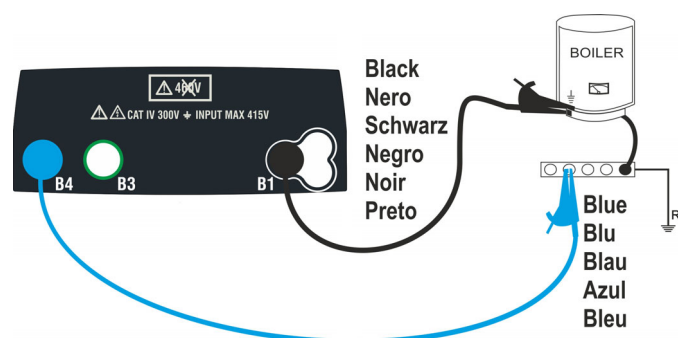
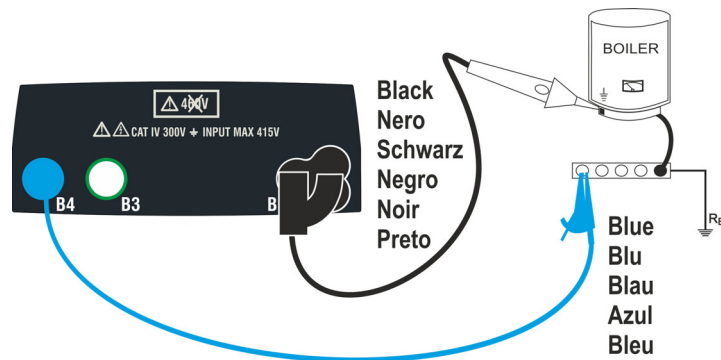

Abb. 8: Durchgangstest mit Einzelkabeln
Abb. 9: Durchgangstest mit Prüfsonde mit Fernbedienung
- Verbinden Sie die Messkabel und/oder die Prüfsonde mit Fernbedienung mit dem zu testenden Leiter wie in Abb. 8 o Abb. 9 abgebildet.